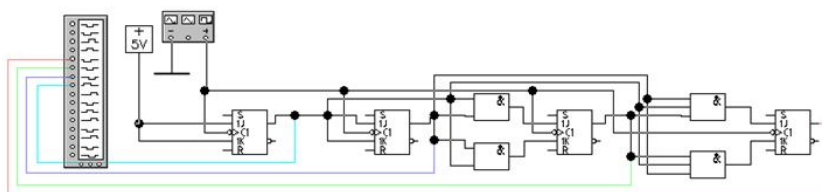

Рис. 6. Схема суммирующего двоичного счетчика
1. Используя пакет Electronics Workbench, соберите схему (рис. 6).